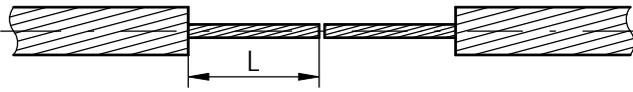

FIG 1
- 2) Remove the aluminium layers of the conductor to the length L ( $\frac{1}{2}$  x length of the steel sleeve plus 15mm). Wrap the steel core (FIG. 1 & 2)
- 2) Aluminium-Lagen auf die Länge L ( $\frac{1}{2}$  x Stahlhülse plus 15mm) entfernen und Stahlseele abbinden (FIG. 1 & 2).